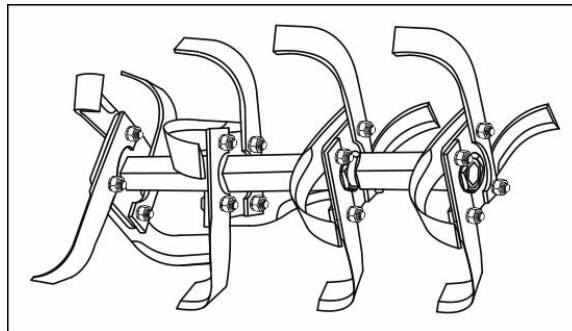

Рисунок 5.7. Права половина ротора ґрунтофрези у зборі
7. Скласти інші сегменти ротора правої половини ґрунтофрези (див. рис. 5.7). Складання лівої половини ґрунтофрези здійснюється аналогічно, урахуванням напрямку обертання ротора.